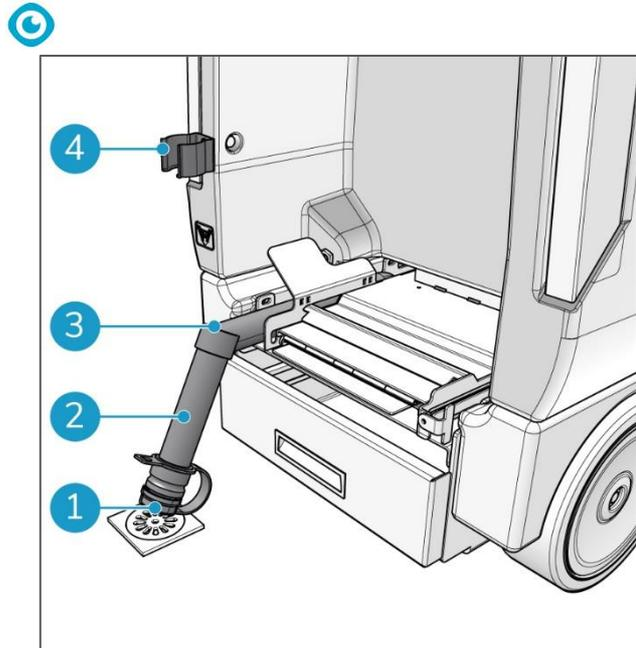

Abbildung 47
5. Lösen Sie das Abwasserrohr des Schmutzwassertanks (Abbildung 47, Pos. 2) aus der Klemme (Abbildung 47, Pos. 4).
6. Klappen Sie das Rohr so, dass es blockiert ist (Abbildung 47, Pos. 3).
8. Öffnen Sie den Deckel (Abbildung 47, Pos. 1) am Abwasserrohr des Schmutzwassertanks.
13. Nachdem der Schmutzwassertank gereinigt wurde, befestigen Sie das Abwasserrohr wieder in der Klemme (Abbildung 47, Pos. 4).
14. Schließen Sie den Deckel am Abwasserrohr des Schmutzwassertanks (Abbildung 47, Pos. 1). Achten Sie darauf, dass er richtig sitzt, damit keine Luft angesaugt wird.